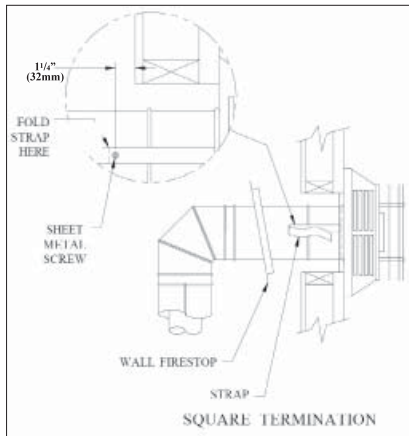

Figure 37: Installation of Vent Pipe to Termination.
- (1) Les quatre (4) vis en bois fournies devraient être remplacées avec des attaches appropriées pour le stucco, la brique, le béton ou d'autre type murs.
- (2) Pour les bâtiments avec les murs en vinyle, un décalage pour les murs en vinyle devrait être installé entre le capuchon de terminaison et le mur (voir figure 37). Attachez le décalage pour les murs en vinyle à la terminaison d'évent horizontale. Celui-ci prévient la chaleur excessive de possiblement faire fondre le matériel du mur en vinyle. Notez que la terminaison d'évent horizontale carrée se boulonne sur la portion plate du décalage pour les murs en vinyle (partie ombragée montrée dans la figure 37). Cela donnera un espace d'air existant entre le mur et la terminaison d'évent.